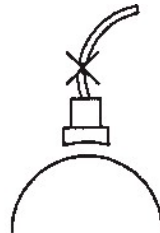

Fig. 2
- Anschlußkabel der Kohlebürsten unterbrochen (Fig. 2)